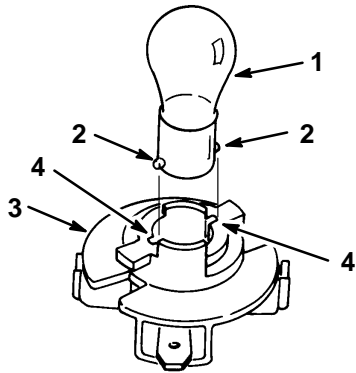

Abbildung 50
4. Die Birne hereindrücken, im Gegenuhrzeigersinn bis zum Anschlag drehen (ca. 1/4 Umdrehung) und aus der Birnenfassung herausnehmen (Abb. 50).
1. Die Glühbirne hat Metallstifte an der Seite ihrer Basis. Die Stifte auf die Schlitzte in der Birnenfassung ausrichten und die Basis in die Fassung einsetzen (Abb. 50). Die Birne hereindrücken und bis zum Anschlag im Uhrzeigersinn drehen.